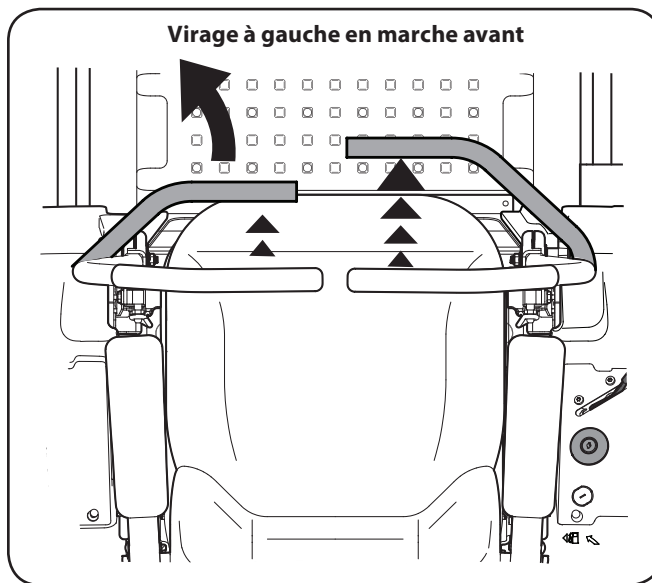

Figure 5-3
1. Pour tourner à gauche, tirez la barre de conduite gauche vers vous et poussez la barre de conduite droite vers l'avant. Voir Figure 5-3.